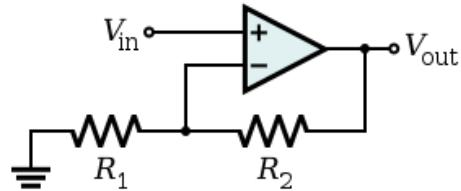

Figura 3.
**Questão 3** – Para o AOP da Figura 3, qual é o sinal obtido na saída ( $v_{out}$ ), se os resistores são iguais e  $v_{in}$  é um sinal de onda quadrada de  $\pm 2 \text{ V}_p$ ,  $10 \text{ kHz}$ ?